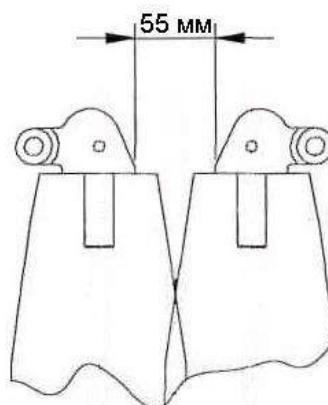

Рисунок 2.15 - Регулировка расстояния между корпусами подшипников вальцов
- 1) Расстояние между двумя корпусами подшипников должно быть 55 мм (рисунок 2.15).